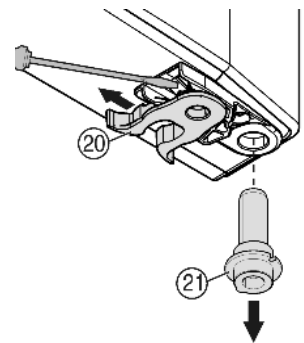

Fig. 9
- ▶ Cambiar de sitio la grapa elástica Fig. 9 (20): presione hacia abajo el saliente de enganche y retire la grapa elástica.
- ▶ Extraiga el perno de cojinete Fig. 9 (21) del casquillo de la puerta e insértelo en el lado opuesto junto con la arandela. El saliente de enganche debe estar orientado hacia la cara interior de la puerta y la muesca hacia la cara exterior.
- ▶ Gire hacia dentro la puerta en la parte inferior e introduzca el perno de cojinete Fig. 9 (21) en el soporte de cojinete. Dado el caso, gire el perno de cojinete para que encaje.